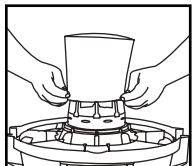

FIGURE 29
44. Avec le couvercle du réservoir dans une position renversée, glissez le manchon en mousse vers le bas, au-dessus du couvercle en tirant jusqu'à ce que le manchon en mousse couvre complètement le couvercle. **FIGURE 29.**